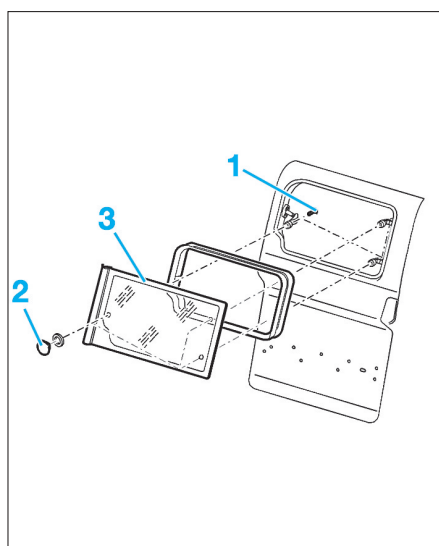

FIG. 51
- les vis (1) (Fig.51),
- les écrous (2),
- la vitre entrebâillable (3).